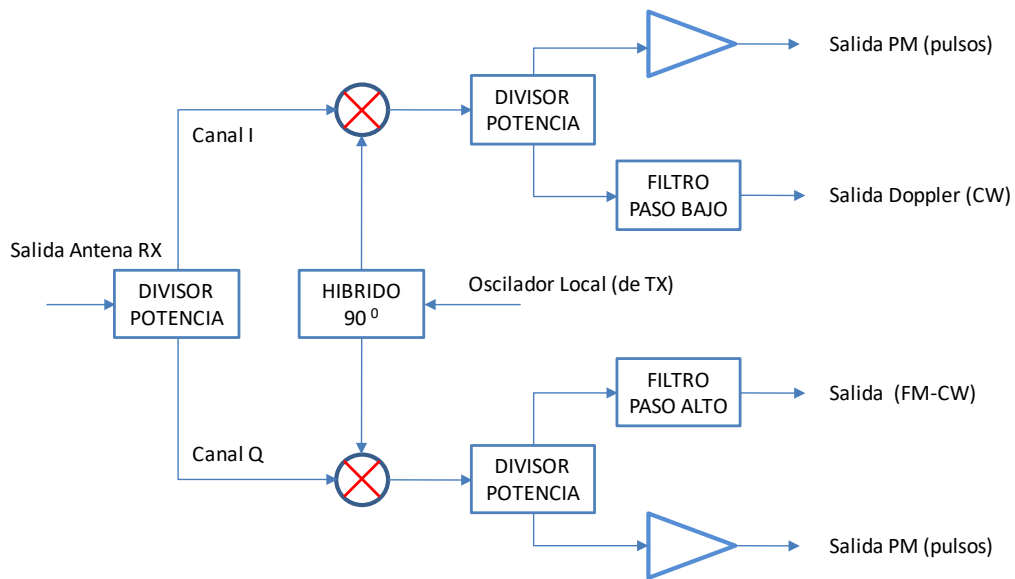

Figura 1.3. Diagrama de bloques del módulo receptor
La estructura del receptor del sistema Lab-Volt es **homodina** ya que la señal de RF recibida se convierte directamente a banda base sin pasar por una frecuencia intermedia auxiliar. El oscilador local (LO) se obtiene del módulo transmisor (señal CW o CW-LFM) lo que hace, junto con el demodulador I&Q utilizado (conjunto de dos mezcladores excitados en cuadratura por la señal de oscilador local), que el sistema RADAR sea **coherente**. Esta estructura permite determinar cambios de fase entre la señal transmitida y la señal recibida (debidos a la dinámica del blanco). La figura 1.3 muestra un diagrama de bloques del receptor y la 1.4 el frontal del módulo.